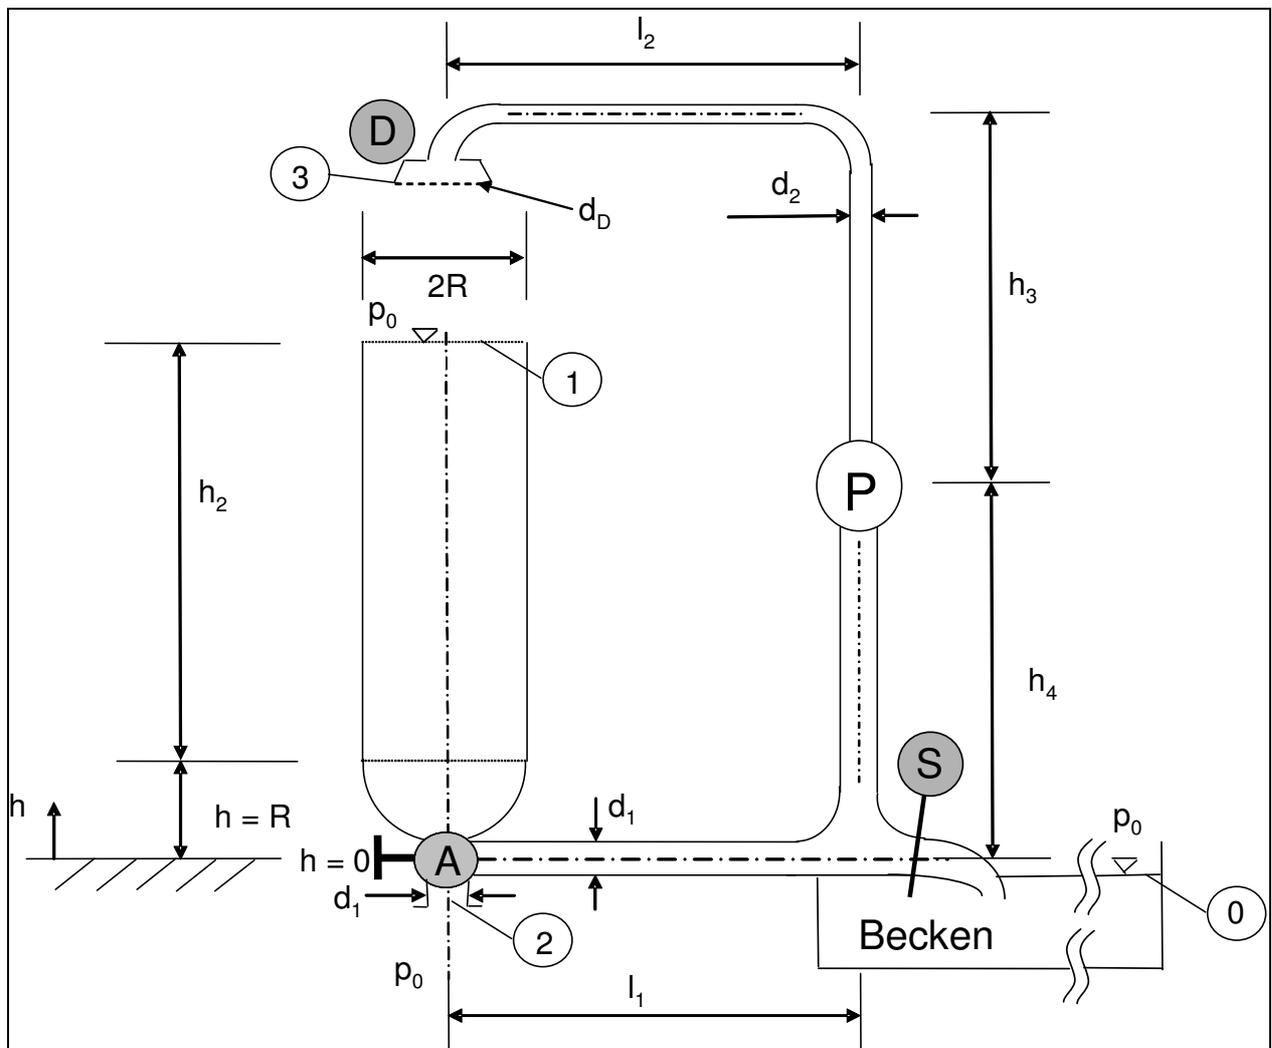

Abbildung 3
In Abbildung 3 ist ein römischer Badetrog zu sehen. Die Badeeinrichtung besteht aus einer Halbkugel, die den Boden bildet und einem vertikalen Zylinder. Im Boden der Halbkugel befindet sich ein Abfluß mit dem Durchmesser d_1 . Über eine mechanische Pumpe (P) kann das Wasser vom Abfluß nach oben in einen Duschkopf (D) gefördert werden, wenn der Absperrhahn (A), welcher als 3-Wege-Ventil ausgeführt ist, geöffnet wird. Frischwasser kann aus einem unendlich großen Becken angesaugt werden. Die Zuleitung zum Becken kann mittels eines Schiebers (S) abgetrennt werden. Die Rohrleitung hat bis zur Pumpe den konstanten Durchmesser d_1 und von der Pumpe (P) bis zum Duschkopf (D) den konstanten Durchmesser d_2 .